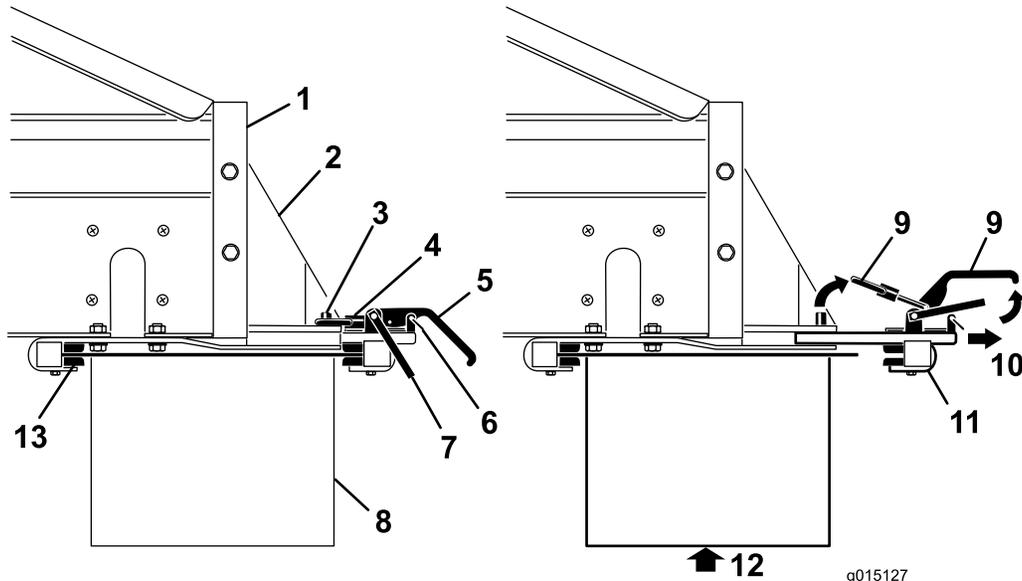

图 15
1. 卸下锁紧手柄 (图 15) 上的安全门夹。
2. 提起安全门然后提起附件连接锁紧手柄再从锁销中放开锁环 (图 15)。
3. 将后部的附件连接锁紧组件滑出快速连接槽 (图 15)。
4. 在他人的帮助下将位于机器后部的可选附件的前端插入固定架前部的锁紧装置 (图 15)。
5. 在为可选附件提供支撑的同时将后部附件连接锁紧组件滑回支架的槽内并位于尾端上方 (图 15)。
7. 将安全门夹安装到锁紧手柄 (图 15)。